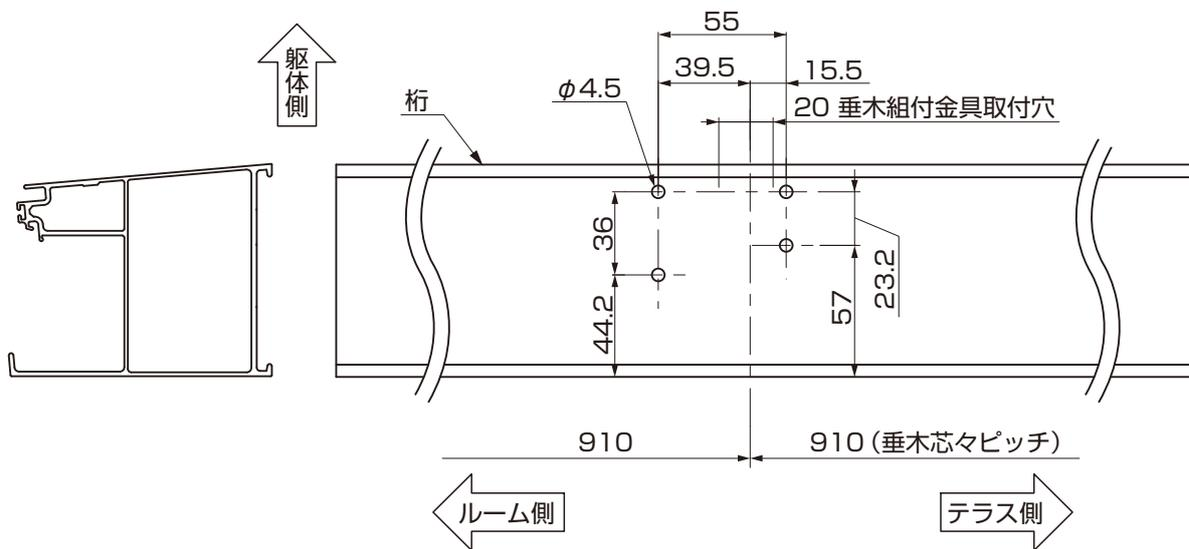

図3-22
- ①図3-22を参照して、桁にφ4.5の穴をあけてください。
- ②桁に桁金具を【23-2】または、【24-2】で取付けてください。